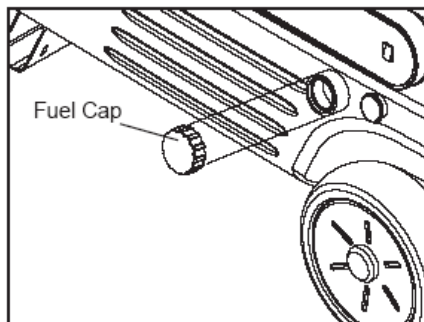

Fig. 11. Aftag låg
1. Fjern låget til brændstoftanken (se Fig. 11).